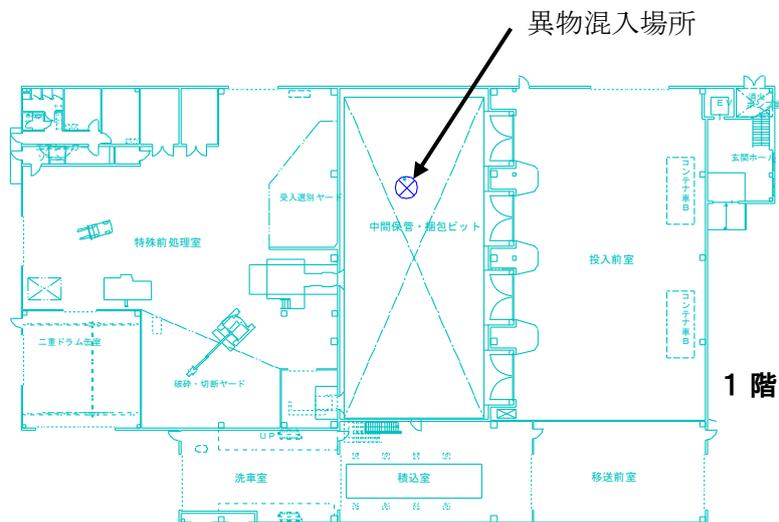

図4-2 1階平面図
2. 中間保管・梱包ピットにガスボンベなどの特殊前処理物が誤って混入した場合は、その部分のごみクレーン切取り作業を中止し作業終了時に除去する。また、掘削作業員に混入部分の投入扉から廃棄物を投入しないよう指示する。(図4-2)